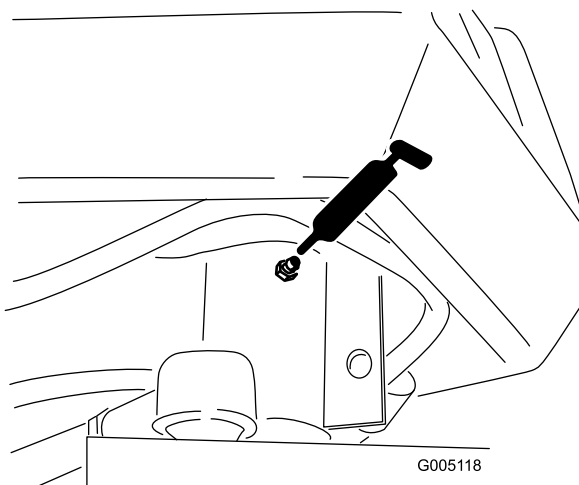

Figura 25
- Forcella del piantone di sterzo (1) (Figura 25)